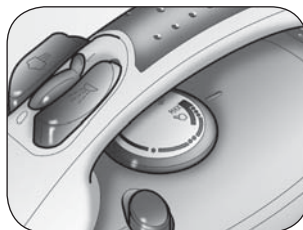

Fig. 5
- 3 Zur Auswahl der gewünschten Temperatur den Temperaturregler-Drehknopf (J) drehen und auf die Referenz für Temperatur-Einstellung (I) am Bügeleisen ausrichten (Fig. 5).
- 4 Die Temperatur-Kontrolllampe (H) schaltet sich ein.